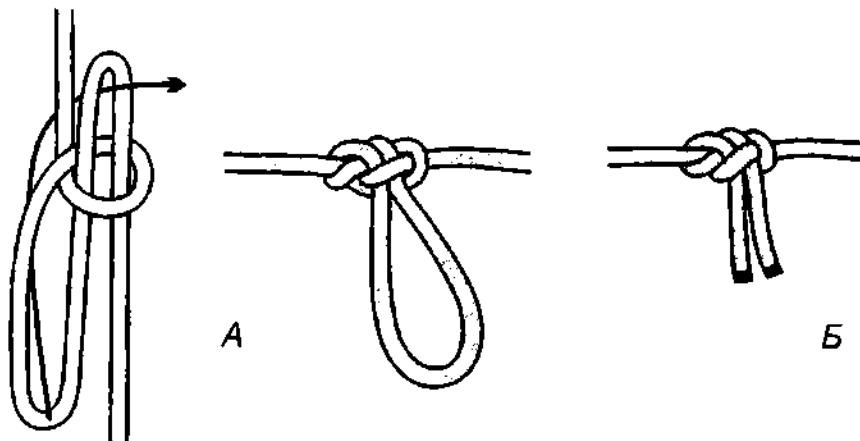

Рис. 244. А – крепёжная петля; Б – крепёжный узел.
**Крепёжная петля** легко вяжется и без труда развязывается после использования (рис. 244). Петля надёжная и крепкая, не ползёт, сильно не затягивается и мало ослабляет волокна верёвки.